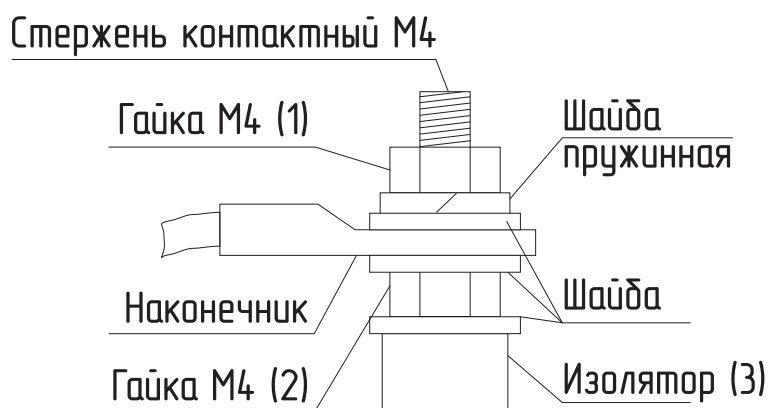

Рис.21 Присоединение проводов к выводам блок ТЭН
- Гаек на контактных стержнях ТЭН с усилием 1,8 Нм (см.Рис.21);
- при замене блок ТЭН присоединение фазных проводов к выводам блок ТЭН производить согласно **Рис.21**. Сечение кабеля указано в **Таб.1** и **Таб.2**;
- провод нейтрали «N» подключить на перемычку блока ТЭН (**Рис.21**).